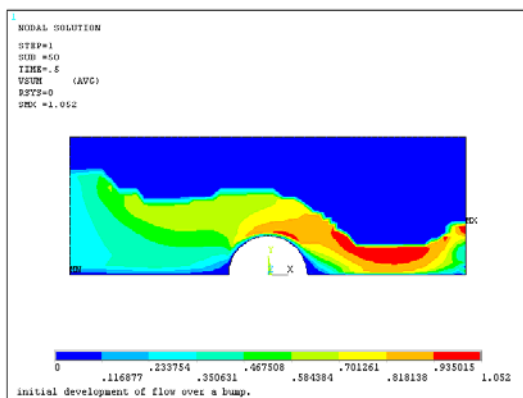

图 7-36 流体速度场分布等值线图
❹ 重复第❷步操作。在“Item to be contoured”列表框中依次选择 DOF Solution→Fluid velocity，单击“OK”按钮，ANSYS 窗口将显示如图 7-36 所示的流体速度场分布